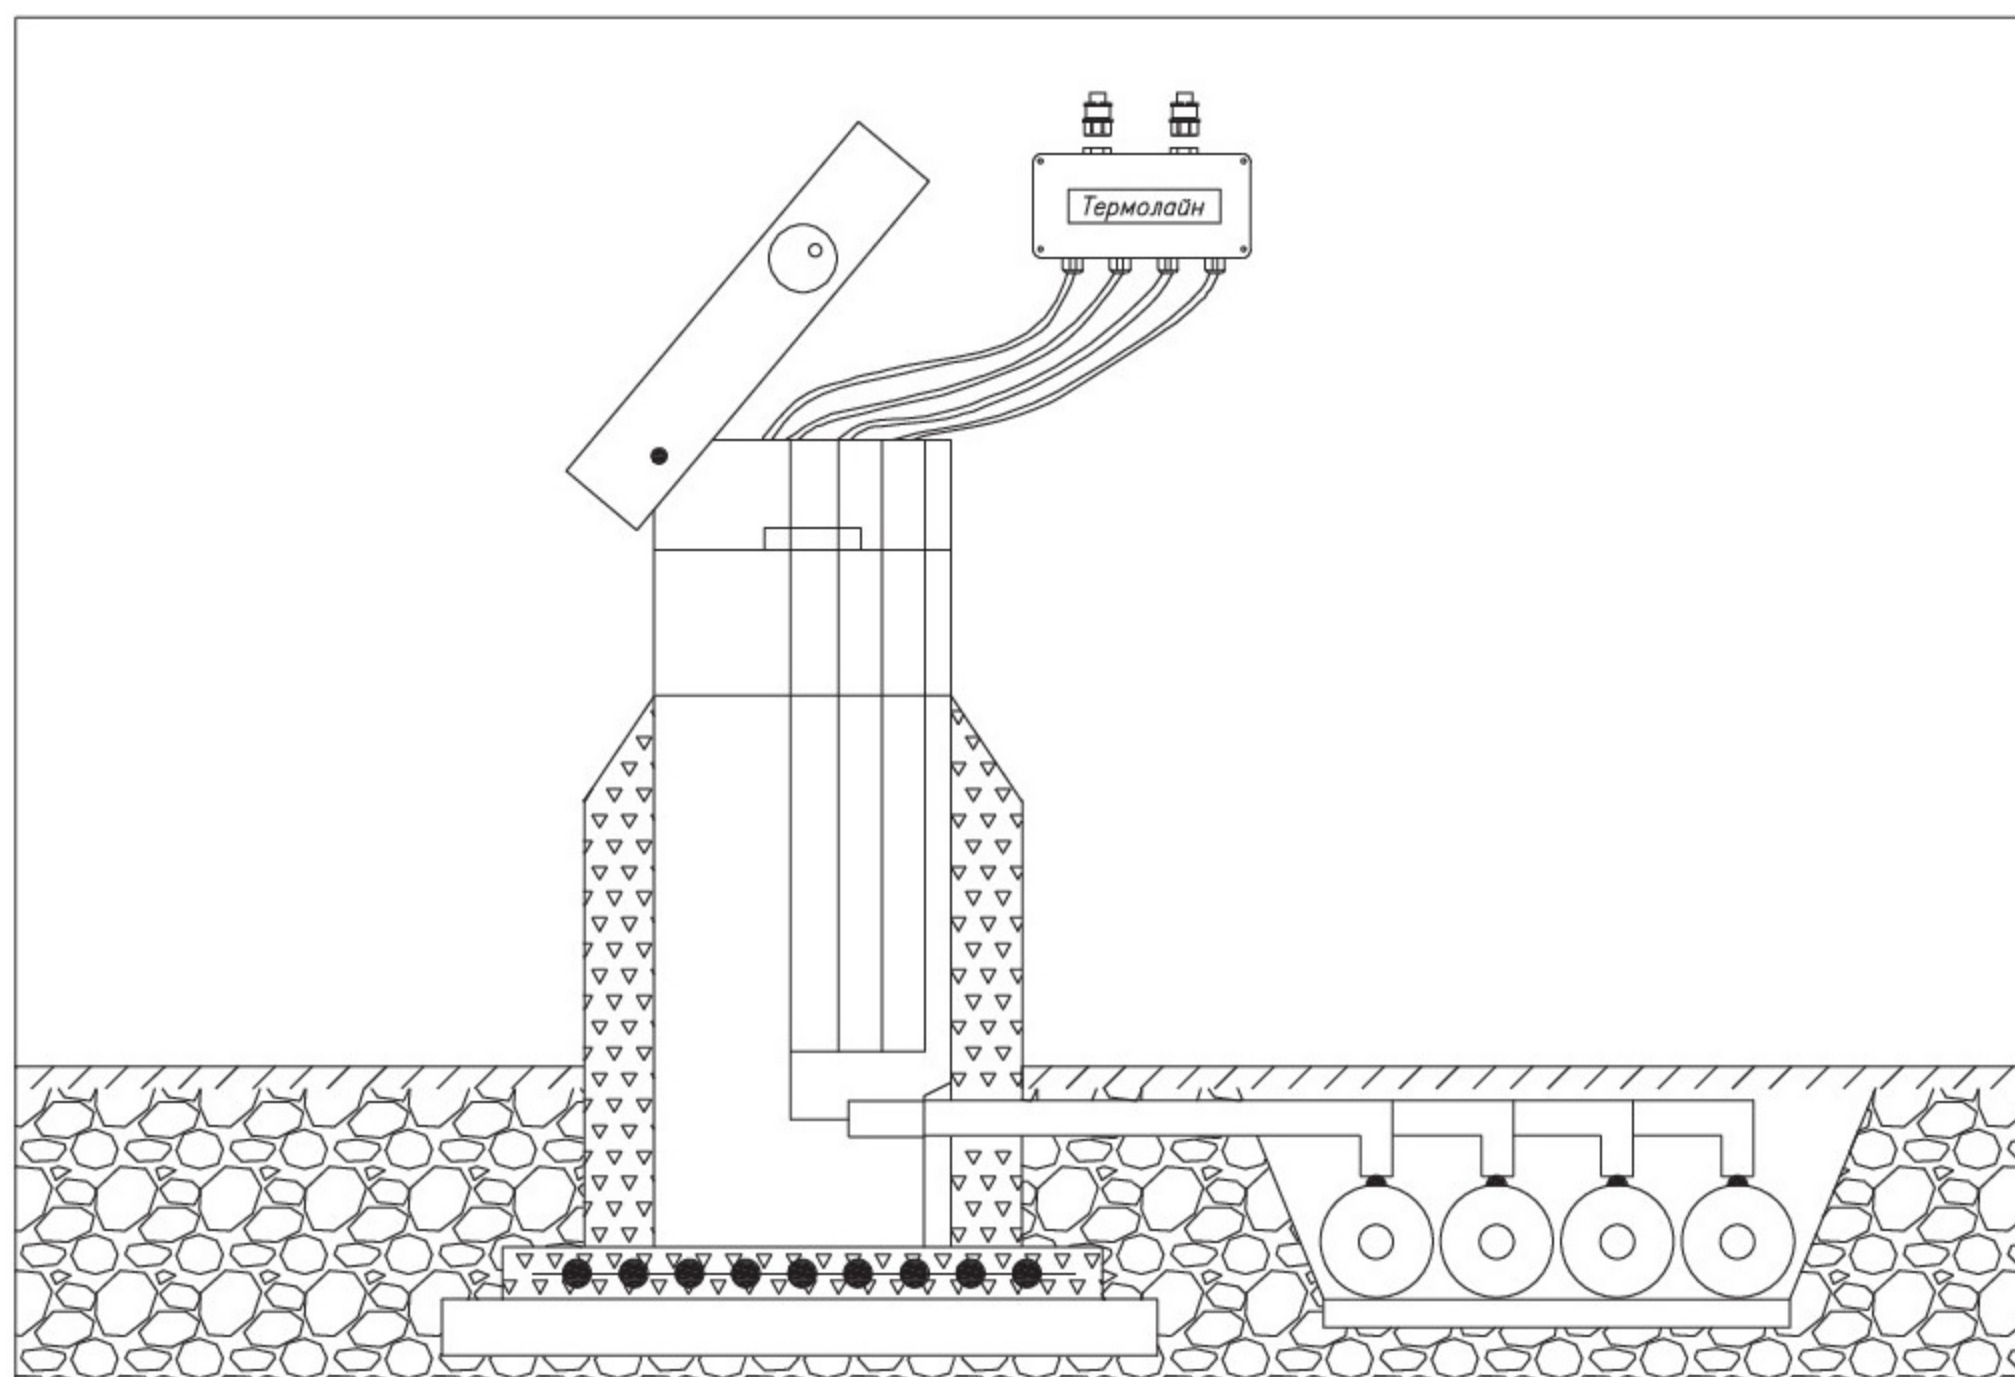

Рис. 12 Установка терминала в наземном ковре
16. При установке терминала в наземном ковре (**Рис. 12**) пункты с **10** по **12** не выполнять.